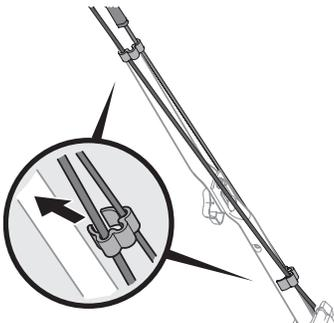

Figure 2-7
**NOTE :** Sur certains modèles, il faut fixer la commande de la lame et les câbles d'entraînement à la partie inférieure de la poignée avec les attaches de câble fournies. Voir Figure 2-7.